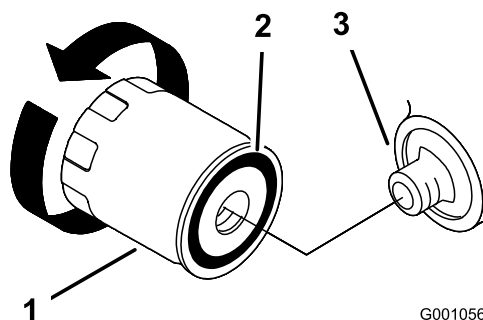

Figura 35
- Retire el filtro usado y limpie con un paño la superficie de la junta del adaptador del filtro (Figura 35).
5. Aplique una capa fina de aceite nuevo a la junta de goma del filtro nuevo (Figura 35).
6. Instale el filtro de repuesto en el adaptador de filtro; gire el filtro en el sentido de las agujas del reloj hasta que la junta de goma entre en contacto con el adaptador del filtro, luego apriete el filtro de 2/3 a 1 vuelta más (Figura 35).